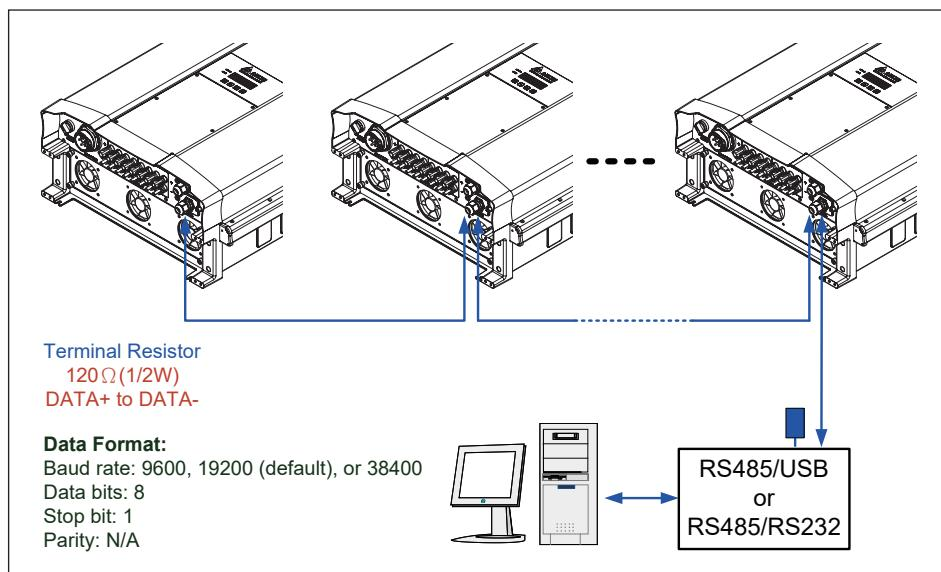

图4-19 : 多台逆变器串接通讯
- 当逆变器为多台串联时，安装者需将最后一台逆变器之终端电阻设置为ON，其余机子则为OFF。请参考图4-19。